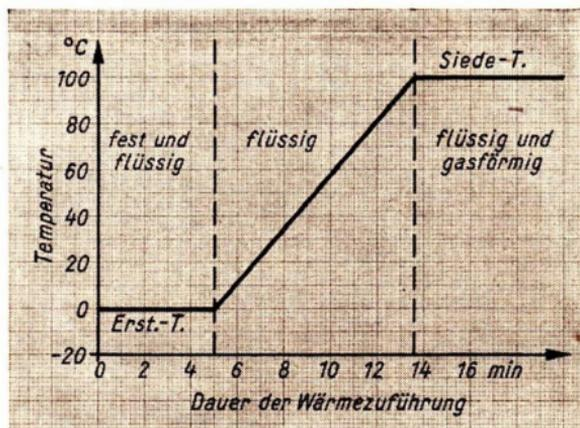

Abb. 4. Abhängigkeit der Temperatur einer Wassermenge von der zugeführten Wärmemenge.
**Auswertung:** Die Temperatur des Wasser-Eis-Gemisches bleibt zunächst trotz Wärmezuführung auf  $0^{\circ}$ . Erst wenn das letzte Stück Eis geschmolzen ist, steigt sie gleichmäßig bis zu  $100^{\circ}$  an. Dann siedet das Wasser und geht in den gasförmigen Zustand über. Während dieses Vorganges steigt die Temperatur nicht weiter, sondern bleibt auf  $100^{\circ}$  stehen. In der graphischen Darstellung (Abb. 4) ergibt sich ein aus geraden Stücken bestehender Linienzug. Überlege dir, wie er nach rechts (bei weiterer Wärmezuführung) und nach links (bei Wärmeentzug) fortgesetzt werden müßte. Vergleiche hierzu die Versuche 20 und 21.